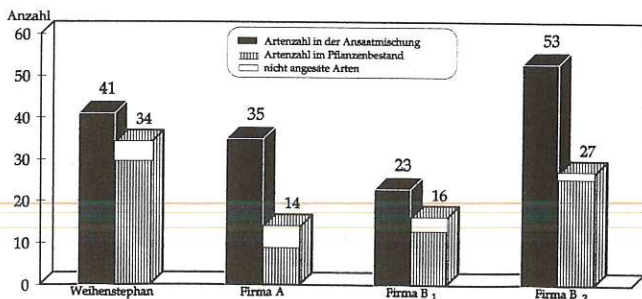

Abb. 1: Gesamtartenzahl in der Saatgutmischung und im Pflanzenbestand (1992)
Mit insgesamt **34 Arten** weist die Variante Weihenstephan den artenreichsten Bestand auf, wohingegen in den Parzellen der Firma A (14) bzw. B1 (16) erheblich weniger Arten vertreten sind (Abb. 1).